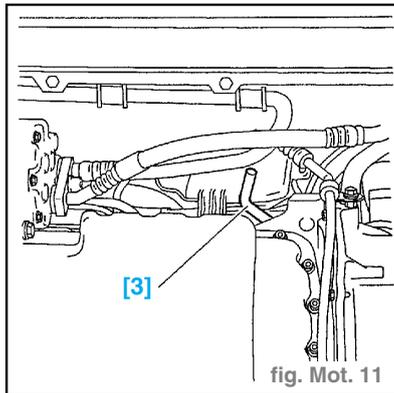

fig. Mot. 11
- les vis (13), (14), (16) et (17),
- le carter supérieur (15),
- les vis (18), (20) et (21),
- le carter intermédiaire (19),
- les vis (12) et (22),
- le carter inférieur (23).
**Attention :** Reposer la vis (13) équipée d'une entretoise (épaisseur 17 mm). Couple de serrage : 1,5 daN.m.
**Nota :** La vis (13) est l'une des vis de fixation de la pompe à eau et sert à son étanchéité.
- Mettre en place la pige volant moteur [3] (-).0188-Y (par le dessous du véhicule). (fig. Mot. 11)
- Poser l'outil [3]. (fig. Mot. 11)